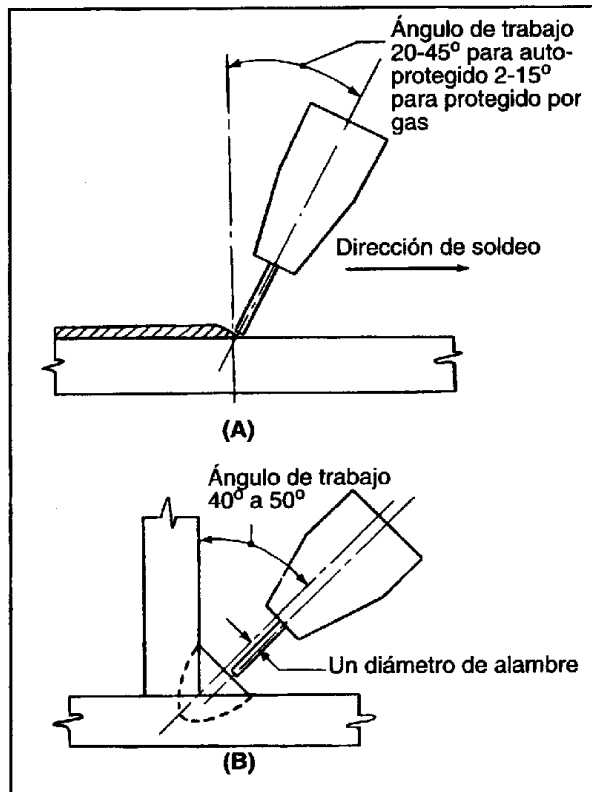

FIGURA 7 : POSICIÓN DEL ALAMBRE
Se deben seleccionar los ángulos con sumo cuidado. Para el soldeo autoprotegido el ángulo de desplazamiento (ver figura 7) debe ser el mismo que el utilizado en el soldeo con electrodos revestidos. Para las posiciones horizontal y plana el ángulo de trabajo será de 20 a 45° (figura 7 (A)). Se utilizan mayores ángulos para los espesores delgados. A medida que aumenta el espesor de la pieza el ángulo de desplazamiento debe disminuir (poner la pistola más vertical) para aumentar la penetración; para el soldeo en vertical ascendente el ángulo será de 5 a 15°, se puede utilizar en algunos casos el soldeo hacia delante, sin embargo, en el soldeo vertical descendente se debe realizar la soldadura siempre con la técnica de soldeo hacia atrás y un ángulo de desplazamiento de unos 15°; de esta forma se mantendrá el baño de fusión y el metal líquido no adelantará a la pistola.
Cuando el soldeo en ángulo se realiza en posición horizontal, el flujo de material tiende a desviarse en la dirección de soldeo y hacia un lado. Para corregir esta tendencia, el alambre debe apuntar a la chapa inferior cerca de la esquina del rincón de la unión entre las dos chapas. Además del ángulo de desplazamiento, que será como se ha indicado anteriormente, el ángulo de trabajo será de 40° a 50° en relación con la chapa vertical. La figura 7 (B) muestra la desviación del electrodo con respecto al centro de la unión para aminorar el efecto explicado. Para el soldeo en vertical ascendente se puede utilizar un ángulo de trabajo más pequeño.